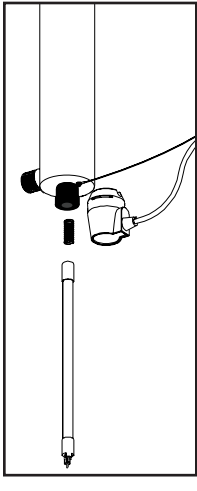
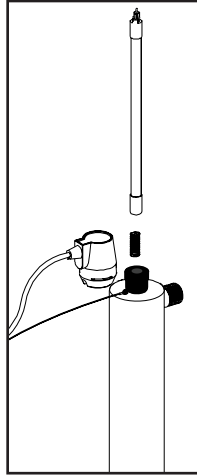

FIGURE 2C
FIGURE 2D
3. Pour l'installation d'une lampe neuve, retirer d'abord la lampe de son emballage de protection; veiller encore à ne pas toucher la surface de verre de la lampe. Insérer délicatement la lampe dans le réacteur (à l'intérieur du manchon de quartz – Figure 2C). Insérer complètement la lampe dans le réacteur, mais laisser la lampe dépasser de deux pouces hors de la chambre du réacteur. Ensuite, brancher le connecteur à la lampe UV. Le connecteur comporte un repère de positionnement qui empêche un branchement incorrect (Figure 2B). S'assurer que le connecteur soit parfaitement enfoncé sur la lampe UV (Figure 2D).
3. To install a new lamp, first remove the lamp from its protective packaging, again being careful not to touch the lamp glass itself. Carefully insert the lamp into the reactor vessel (actually inside the quartz sleeve) (Figure 2C). Insert the lamp fully into the chamber leaving about two inches of the lamp protruding from the chamber. Next, attach the connector to the UV lamp (Figure 2B). The connector is “keyed” and will only allow correct installation in one position. Ensure the connector is fully seated onto the UV lamp (Figure 2D).